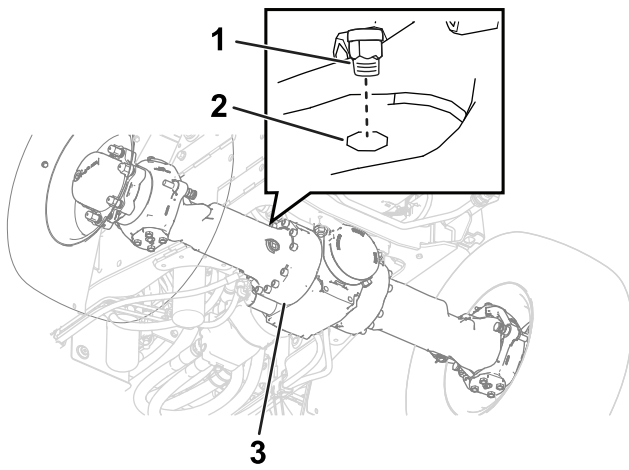
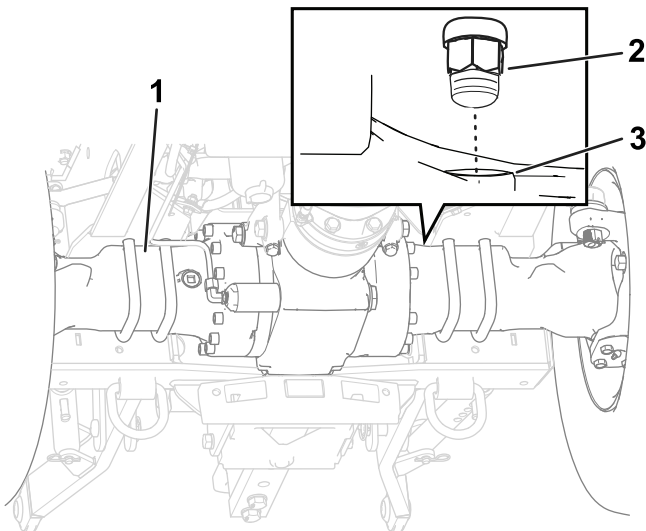

Bild 101
Bild 102
- Reinigen Sie den Bereich um die Entlüfter mit einem Reinigungsmittel (Bild 101 und Bild 102).
2. Entfernen Sie die Entlüfter von der Vorder- und den Hinterachsen (Bild 101 und Bild 102).
5. Bringen Sie die Entlüfter an der Vorder- und den Hinterachsen an (Bild 101 und Bild 102).